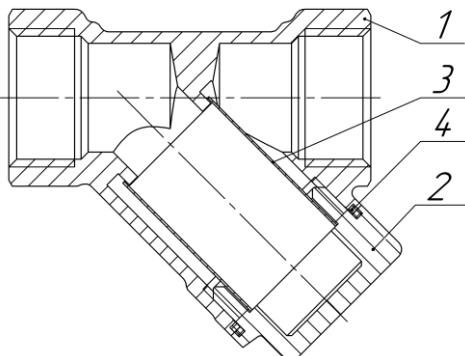

Рисунок 1
- Фильтр может устанавливаться как в горизонтальном, так и в вертикальном положении, при этом крышка фильтра должна быть направлена вниз (см. рисунок 1).